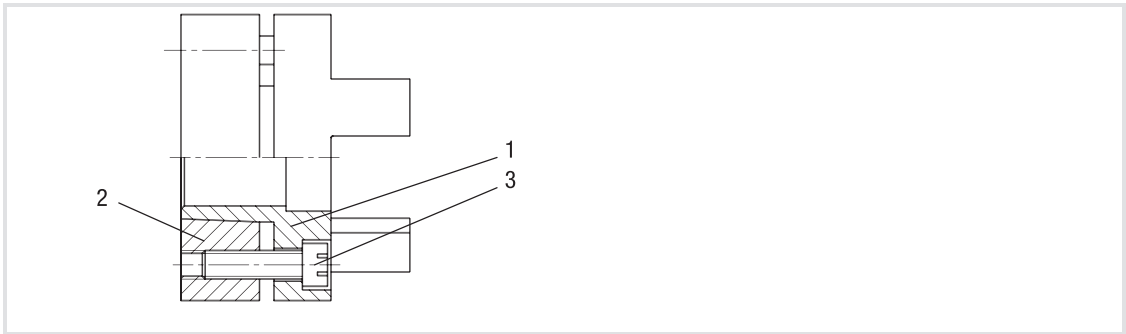

图3 联轴器
2. 把联轴器推到电机轴上, 必须遵守安装尺寸m (参见图3和表3)。
2. 把联轴器推到电机轴上，必须遵守安装尺寸“m”(参见图3和表3)。